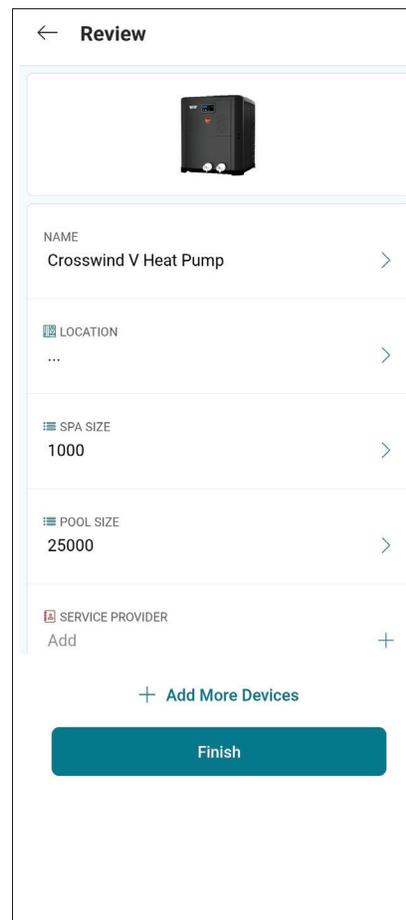

Figure 82. Vérification de la configuration de l'appareil
3. Pendant la configuration de l'appareil, des informations de base relatives à l'appareil seront demandées, notamment le responsable de l'entretien/du dépannage, l'emplacement d'installation, la taille de la piscine ou/et du spa. Voir Figure 82.